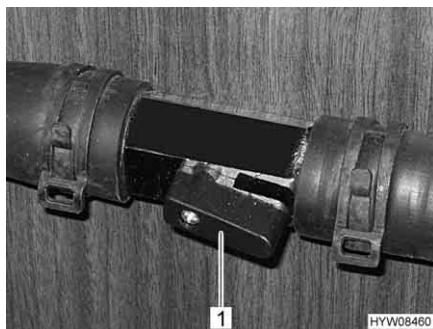

Fig. 70 Rubinetto aperto
- Posizionare la leva (Fig. 70,1) parallelamente alla tubazione (Fig. 70). Più il rubinetto viene aperto, maggiore è la prestazione del riscaldamento.
- Posizionare la leva (Fig. 70,1) verticalmente rispetto alla tubazione. Il circuito di riscaldamento funziona mediante la tubatura di bypass.